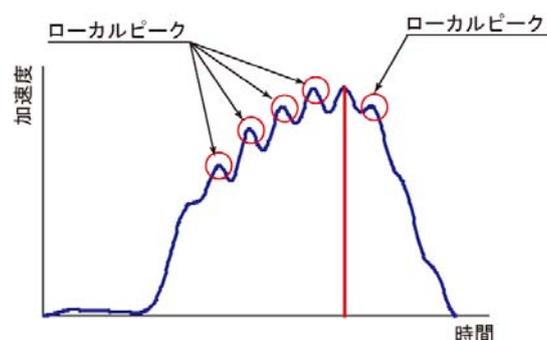

図 3-3 ローカルピークの発生
- 測定された波形の前半と後半のローカルピーク数を示しています(図 3-3)。